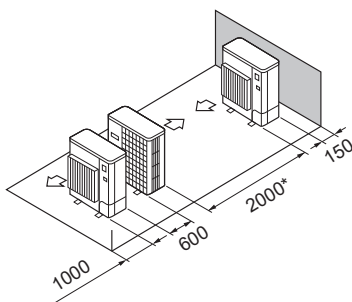

Fig. 2-17
- (5) Disposición en paralelo de unidades simples (Fig. 2-17)